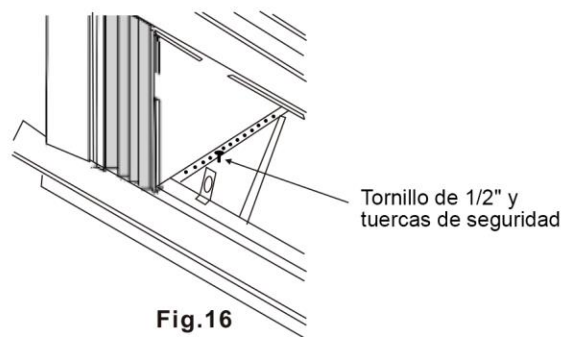

Fig. 16
3. Instale los soportes (con los soportes de ángulo del alféizar fijos) para corregir el orificio en la parte inferior del gabinete según se muestra en la Fig. 16.